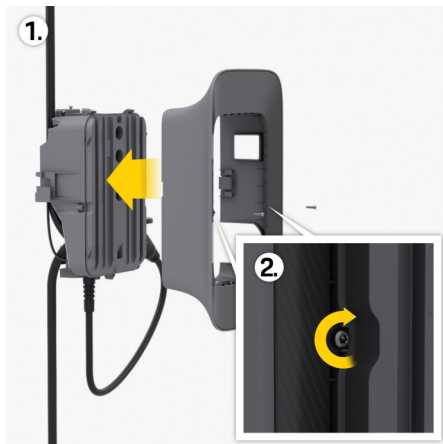

Fig. 57: Fixação da moldura do design
3. Desaperte os parafusos nas extremidades esquerda e direita da moldura do design 2 ▶ (Fig. 57).